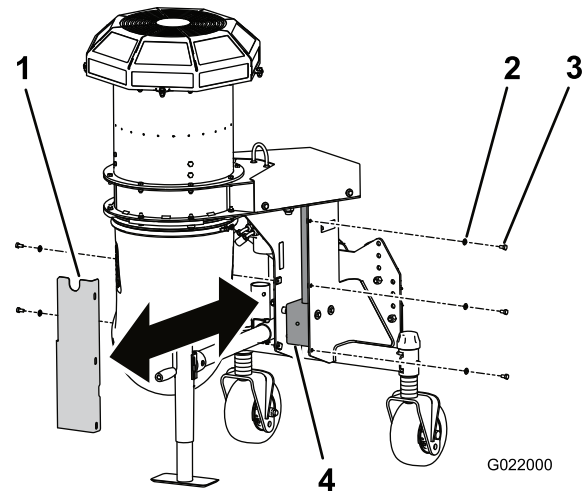

Bild 24
2. Entfernen Sie die fünf Schrauben und Scheiben, mit denen die Getriebeabdeckung am Bläser befestigt ist (Bild 24).
3. Nehmen Sie die Abdeckung ab, um das Bläsergetriebe freizulegen (Bild 24).